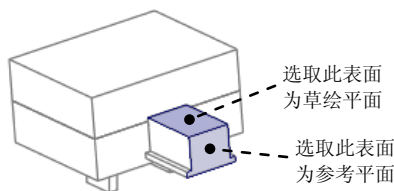
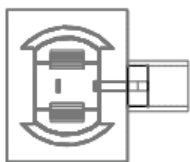
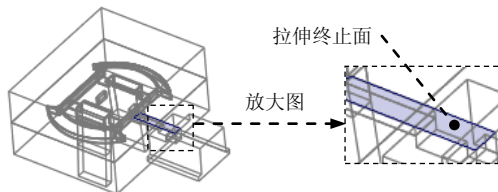

图 27.36 定义草绘平面
图 27.37 截面草图
图 27.38 拉伸终止面
Step6. 创建实体切削特征 1。单击 **模具** 功能选项卡 **形状** 区域中的 按钮，此时系统弹出“拉伸”操控板；在出现的操控板中，确认“实体”类型按钮 被按下；在操控板界面中按下 按钮；右击，从系统弹出的菜单中选择 **定义内部草绘...** 命令；选取图 27.36 所示的平面为草绘平面，接受默认的箭头方向为草绘视图方向，然后选取图 27.36 所示的表面为参考平面，方向为 **右**。单击 **草绘** 按钮，进入草绘环境；进入截面草绘环境后，选取 MOLD_FRONT 基准平面和 MOLD_RIGHT 基准平面为草绘参考，利用“投影”命令绘制图 27.37 所示的截面草图；完成特征截面的绘制后，单击“草绘”操控板中的“确定”按钮 ；在操控板中选取深度类型 （到选定的），将模型调整到图 27.38 所示的视图方位，选取图中所示的表面为拉伸终止面；在“拉伸”操控板中单击 按钮，完成特征的创建。